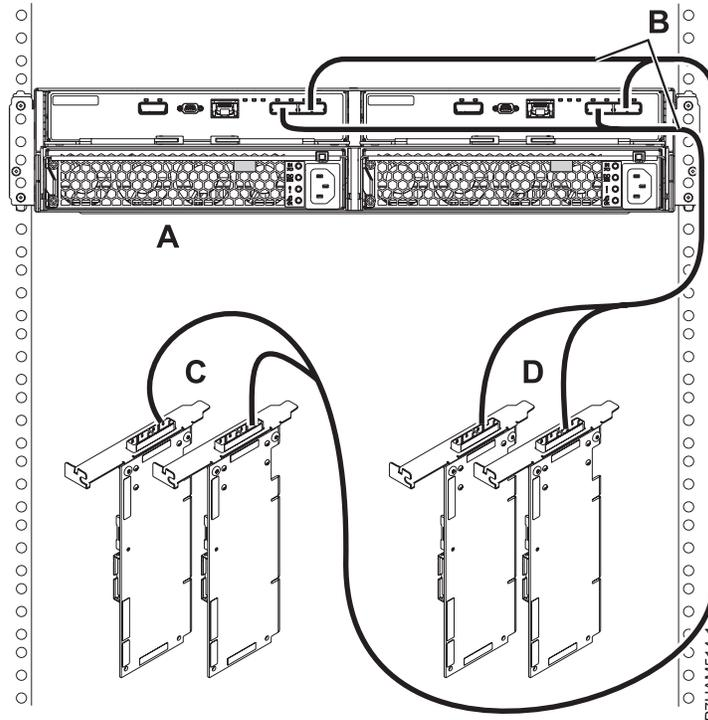

Figura 42. Conexión en la modalidad 2 mediante cables X de un alojamiento de unidades de disco 5887 con dos pares de adaptadores SAS
16. Realice la conexión en la modalidad 2 de un alojamiento de unidades de disco 5887 (A) utilizando cables X (B) con dos pares de adaptadores SAS, tal como se muestra en la Figura 42 en la página 86.